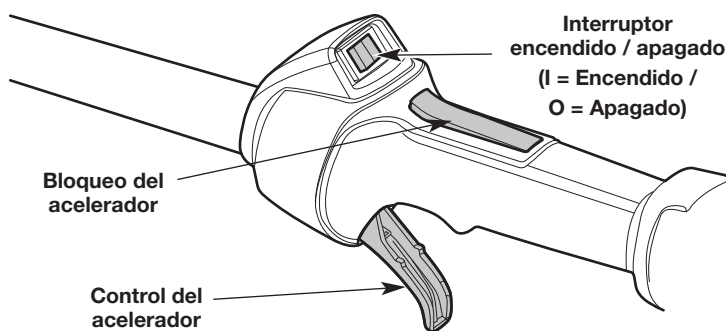

Fig. 14
NOTA: No hay necesidad de encender la unidad. El interruptor de Encendido/Apagado debe estar en la posición **Encendido (I)** en todo momento (Fig. 14).
NOTA: **NO** apriete el control del acelerador hasta el paso 8 (Fig. 14).
8. Oprima y mantenga apretado el bloqueo del acelerador (Fig. 14). Apriete el control del acelerador según sea necesario para el funcionamiento (Fig. 14).
2. Oprima y no suelte el interruptor de control de Encendido y Apagado en la posición **Apagado (O)** hasta que el motor se detenga por completo (Fig. 14).
10. Oprima y mantenga apretado el bloqueo del acelerador (Fig. 14). Apriete el control del acelerador según sea necesario para el funcionamiento (Fig. 14).